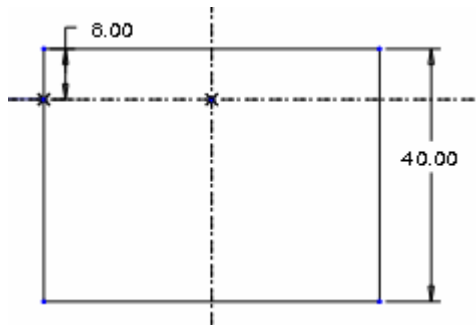

图 18-5
- (3) 在【选项】面板中选择“可变剖面”选项。
- (4) 单击按钮，系统进入草绘状态。
- (5) 绘制如图 18-5 所示的矩形剖面。